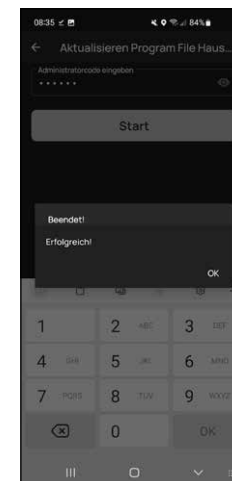

Abb. 13
- ⑫ Nach einem kurzen Moment erhalten Sie eine Rückmeldung, dass die Daten übertragen wurden. Bestätigen Sie mit „OK“ (Abb. 13).